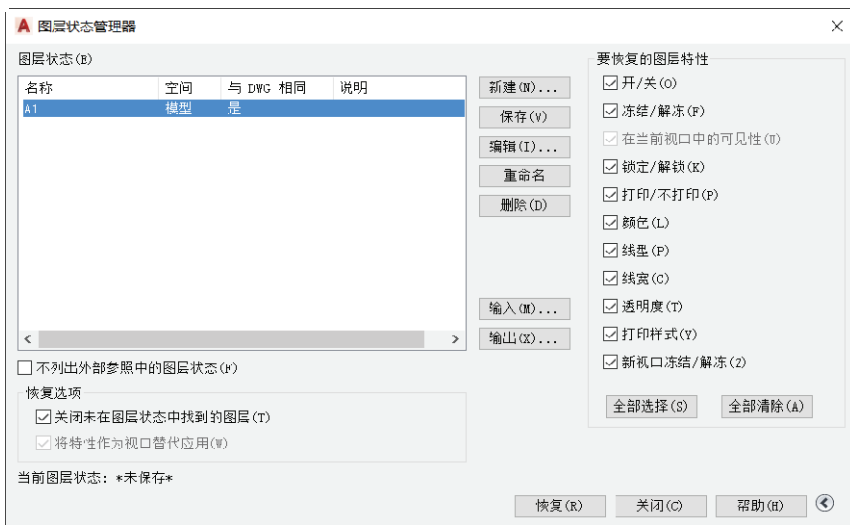

图 6-32 使对话框显示更多的恢复选项
(12) “更多恢复选项”按钮：单击该按钮，则在对话框中显示更多的恢复选项，而此时对话框显示有“更少恢复选项”按钮，如图 6-32 所示。